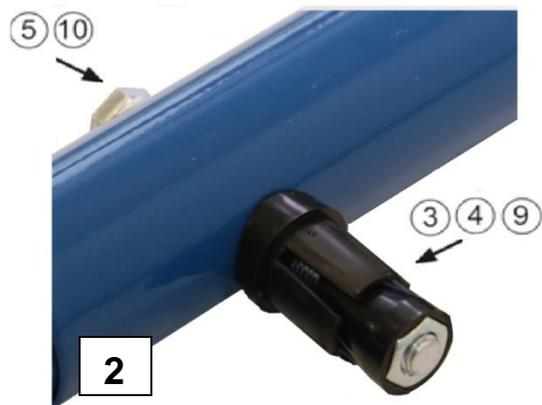

Рис.2. Узел крепления ступеней к опорам комплекса.
- Произвести сборку ДСК, используя карту сборки, (см. рис. 2 – 9).
- Наденьте колпачки декоративные (13) на все болтовые соединения.
- На заранее выбранном месте установите КОМПЛЕКС и наметьте места под отверстия в стене для болтов анкерных (1), просверлите отверстия по намеченным местам.
- Установите КОМПЛЕКС на место, совместите отверстия и закрепите болтами анкерными (1).